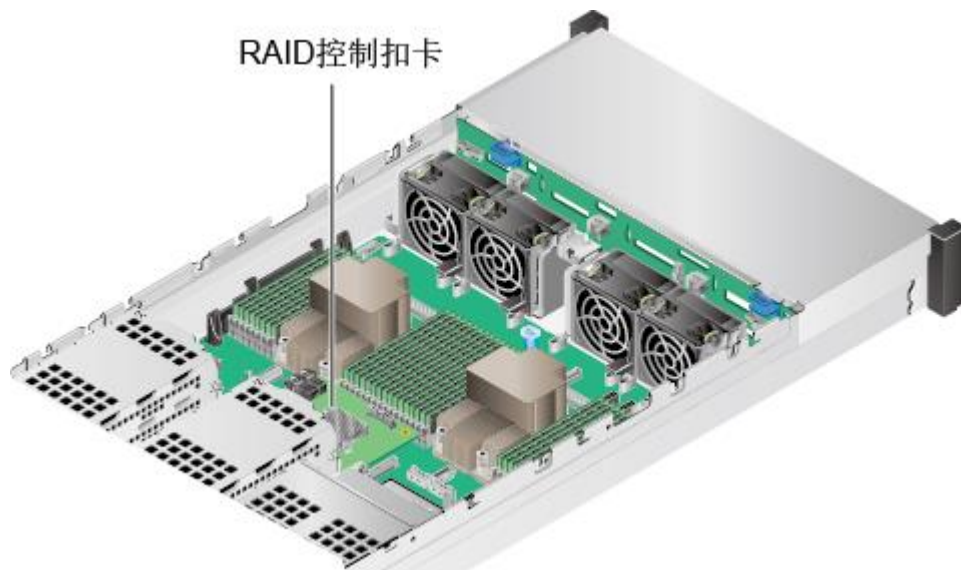

图 5-11 RAID 控制扣卡的位置
9. 确定 RAID 控制扣卡在 G220K V2 的位置，如图 5-11 所示。